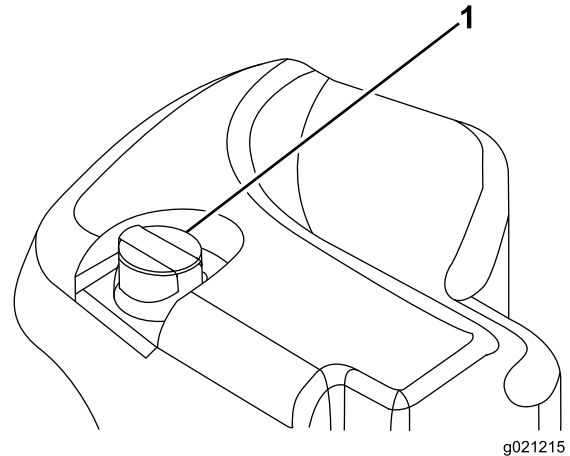

Figura 32
2. Limpie alrededor del cuello de llenado y el tapón del depósito de aceite hidráulico (Figura 32).